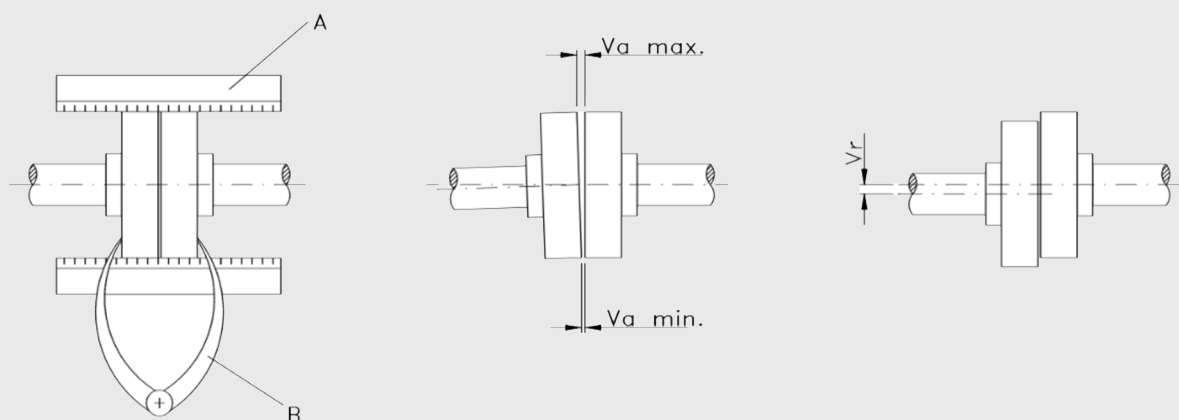

Figura 4.3: alineación del acoplamiento
Coloque una regla de borde recto (A) encima del acoplamiento: la regla debe de estar en contacto con las dos mitades del acoplamiento por encima de su longitud total. Ver figura 4.3.